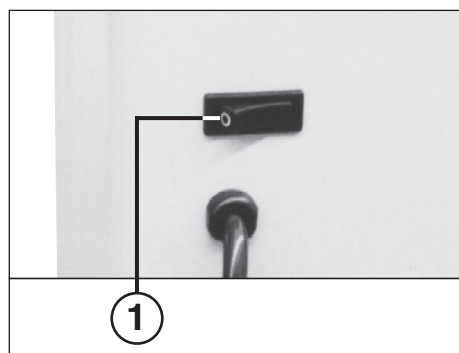
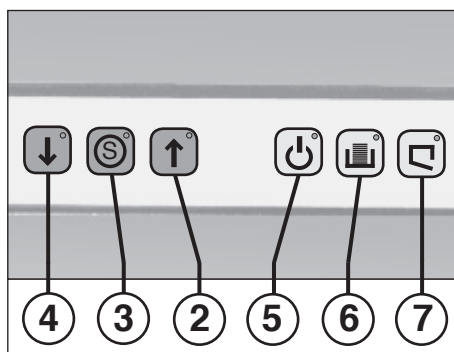

Fig. 1
Fig. 2
- 1 = Vippekontakt „driftsklar“ (fig. 1)**
- 2 = Tast „frem“ (fig. 2)**
- 3 = Stoptast „S“ (fig. 2)**
- 4 = Tast „tilbage“ (fig. 2)**
- 5 = Kontrolindikator „driftsklar“ (fig. 2)**
- 6 = Kontrolindikator „beholder fyldt“ (fig. 2)**
- 7 = Kontrolindikator „dør åben“ (fig. 2)**
Maskinen tændes på vippekontakten (1) (fig. 1). Når kontrolindikatoren ”driftsklar” (5) og den røde stoptast ”S” (3) (fig. 2) tænder, er maskinen klar til brug.
Hvis papirbeholderen er fyldt, kobler maskinen fra, og der høres en signaltone. Kontrolindikator (6) (fig. 2) tænder. Papirbeholderen tømmes på følgende måde:
- Døren åbnes. Kontrolindikator (7) (fig. 2) tænder.
- Signaltonen ophører. Kontrolindikator (6) slukker.
- Den tomme pose sættes i, beholderen skydes ind, og døren lukkes. Kontrolindikator (7) slukker.
Husk at slukke for maskinen om natten (tryk på vippekontakt (1) (fig. 1)).
- Stoptasten „S“ (3) (fig. 2) tænder.
- Trykkontakt „tilbage“ (4) (fig. 2) betjenes kortvarigt.
Hvis motoren overbelastes, slukker den automatisk. Sluk for maskinen på vippekontakt (1) (fig. 1).